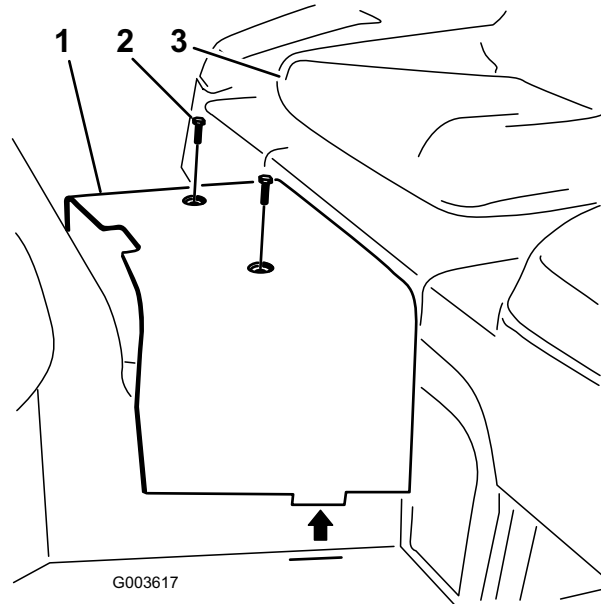

Figure 2
4. Enlevez les vis à tête creuse qui fixent le carénage central au châssis (Figure 2). Enlevez le carénage et mettez-le de côté.